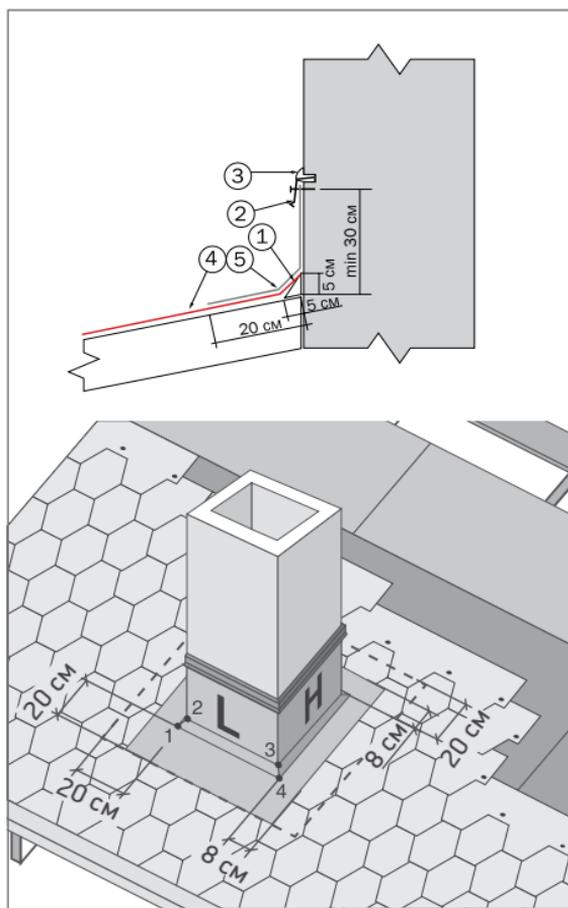
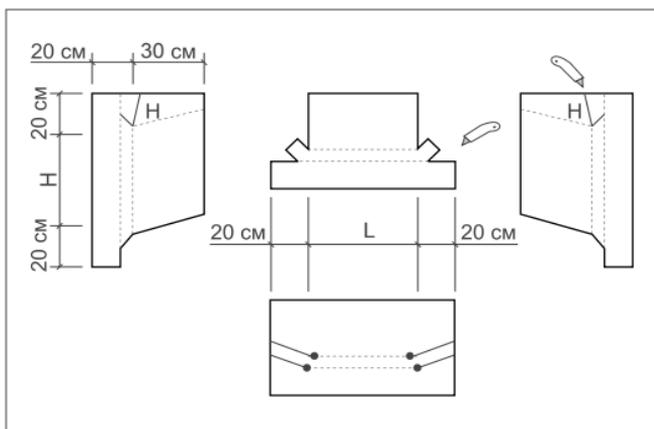
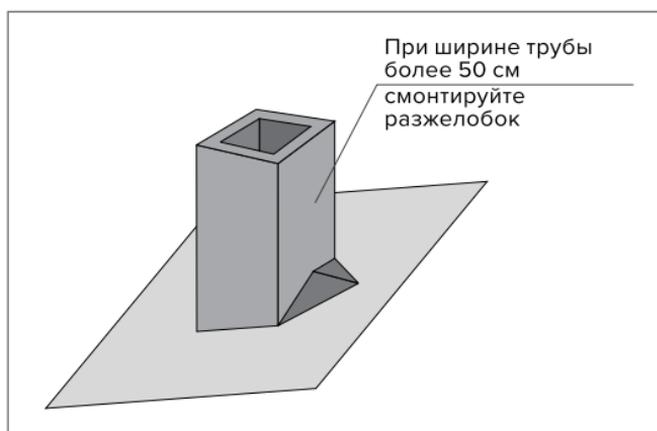

Рис. 20
Рис. 21
Рис. 23
В местах стыков ската кровли со стенами (Рис. 20) набивается треугольная рейка (1), на которую заводится рядовая черепица (4). В качестве треугольной рейки может быть использован деревянный брус 50 × 50 мм, распущенный по диагонали, либо обычный деревянный плинтус (1). Если поверхность вертикальной стены кирпичная, то ее необ-
Для герметизации дымовых и вентиляционных труб делают выкройку либо из ендового ковра (Рис. 21), либо из металла с антикоррозийным покрытием (Рис. 23). Полученные выкройки сгибаются или надрезаются в определенных местах. Способ монтажа показан на рис. 20. Первоначально монтируется лицевая выкройка с заводом на рядовую черепицу. Затем монтируется левая и правая,
Для предотвращения скапливания снега за дымовыми и вентиляционными трубами, если их сечение превышает 500 × 500 мм и они расположены поперек ската, рекомендуется устраивать разжелобок (Рис. 23).